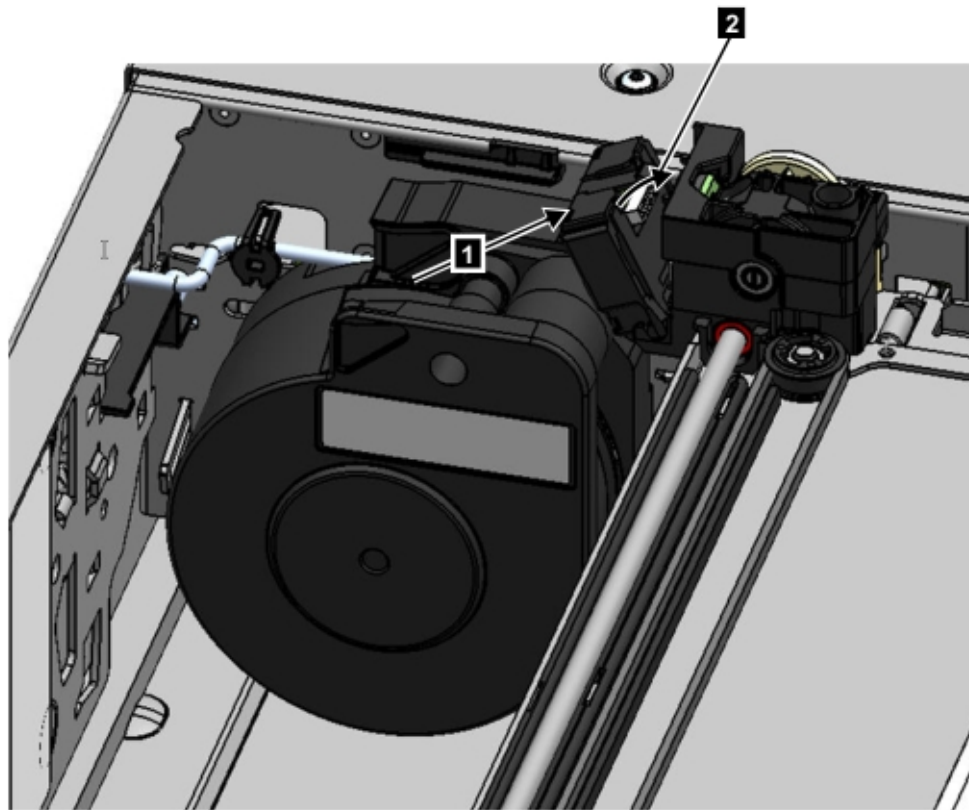

Abbildung 76. Spooling-Kabel installieren
5. Setzen Sie das Spooling-Kabel an der Stelle in die Halterillen, an der es an den Zugriffsmechanismus angeschlossen wird, und drehen Sie das Kabel so lange, bis es einrastet. Weitere Informationen finden Sie im Abschnitt Abbildung 76 auf Seite 167.